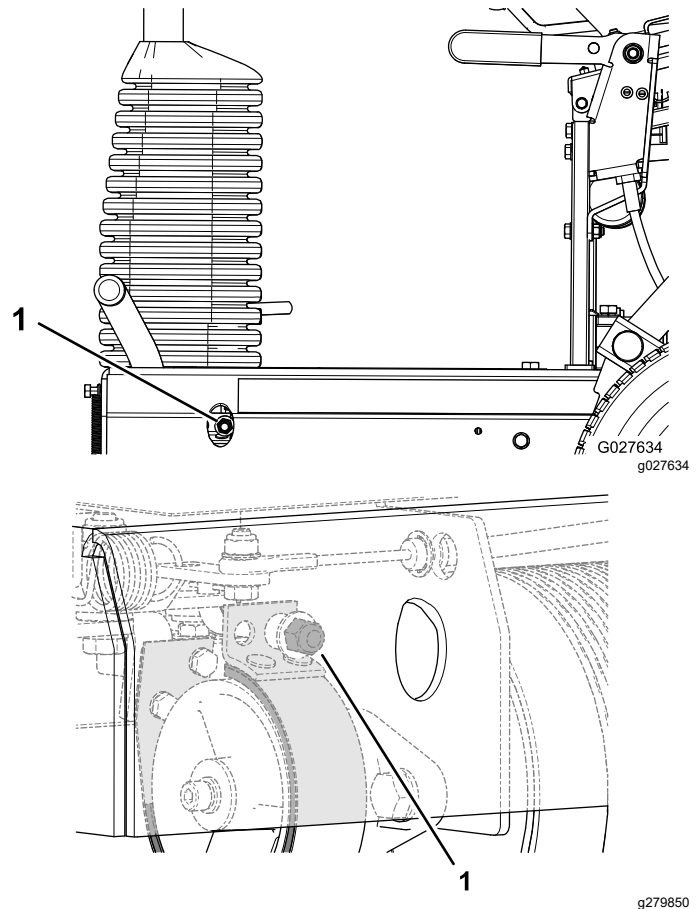

Рисунок 35
- Чтобы увеличить тормозное усилие, поверните контргайку тормоза по часовой стрелке (Рисунок 35).
- Чтобы уменьшить тормозное усилие, поверните контргайку тормоза против часовой стрелки (Рисунок 35).